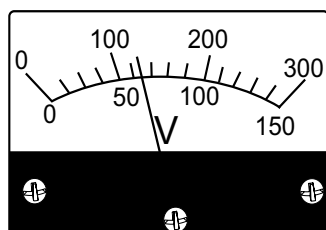

**Figure 72. Voltmètre CA (120/240)**
- Vérifier également que le voltmètre CA enregistre une tension comme indiqué par Figure 72.
- Vérifier que le voltmètre CA enregistre une tension comme indiqué par Figure 72.